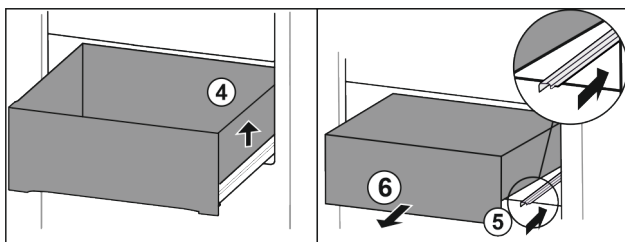

Fig. 106
- ▶ Emelje meg a fiók jobb oldalát. Fig. 106 (4)
- ▶ Tolja be a jobb oldali sínt. Fig. 106 (5)
- ▶ Vegye ki a fiókot előrefelé. Fig. 106 (6)